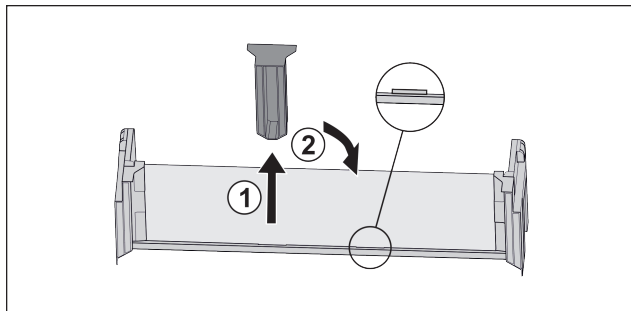

Fig. 29
- ▶ Trekk av den midtre holdedelen Fig. 29 (1).
- ▶ Sett inn den midtre holdedelen i andre posisjon Fig. 29 (2).